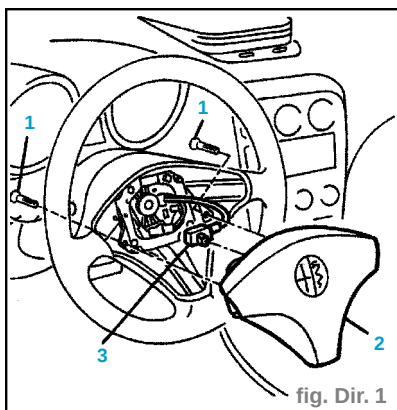

fig. Dir. 1
- Dévisser les vis (1) (fig. Dir. 1).
- Déplacer légèrement le module Airbag (2).
- Déconnecter le raccord électrique (3).